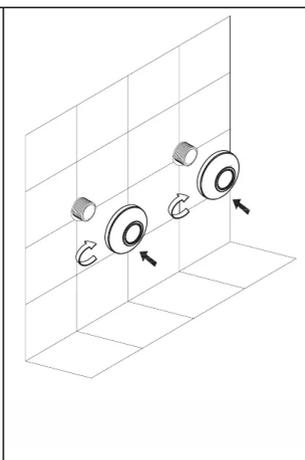

Рис. 6
4. Установите на эксцентрики декоративные отражатели, используя инструмент с мягкими накладками (Рис. 6).